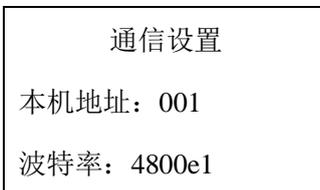

图 14
②“0~23”表示时间。（一般为 1 秒）
③打印和通信是共用 1 个接口（两项功能不能同时具备）。
f. 通信设置（见图 14）